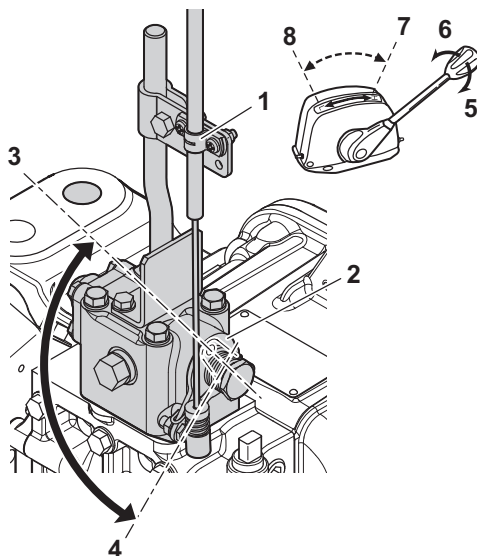

Figure 3
2. Réduisez la vitesse en déplaçant la poignée de traîne de la haute vitesse (H) (**Figure 3, (4)**) à la basse vitesse (L) (**Figure 3, (3)**). Ajustez la vitesse au niveau souhaité et fixez la poignée de traîne dans sa position.
3. Avant de revenir à l'utilisation normale, veillez à mettre la poignée de traîne en position de haute vitesse (H).